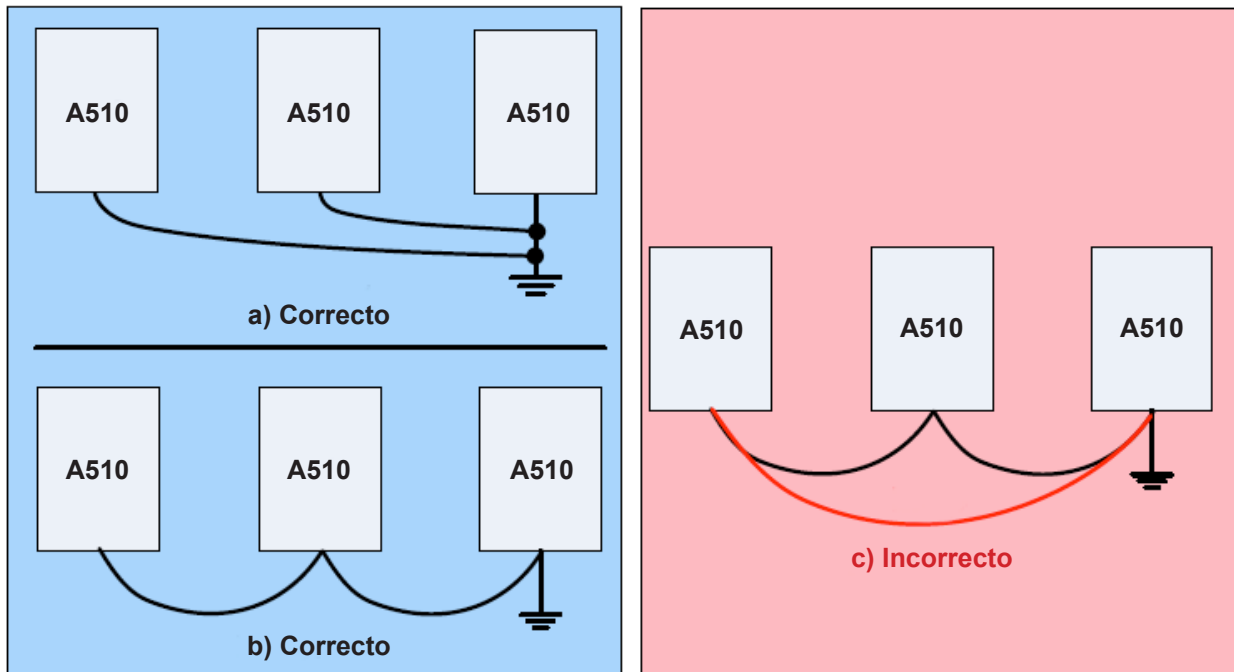

Fig. 3.12.1 Conexión del variador a tierra
1. Conecte la terminal a tierra (E) a tierra teniendo una resistencia inferior a 100 Ω .
4. Cuando use más de un variador, tenga cuidado de no conectarlo en la forma incorrecta, que se muestra en la Fig. 3.12.1.